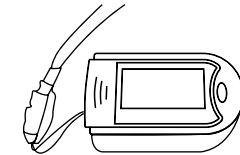

Рис. 4. Присоединение шнура
2. Проденьте второй конец шнура через первый конец и затяните (Рис. 4).